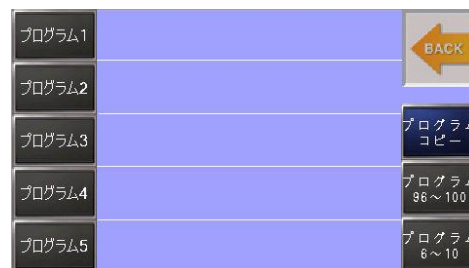

図 7-6
- #### 2) 画面が切り替わり、使用するプログラム番号を選択できるようになります(図 7-6)。画面左側に 1～5 番までのプログラム番号が表示されます。6 番以降のプログラム番号を選択する際は画面右下の「プログラム 6～10」を押して表示を切り替えてください。
(図 7-6 参照)